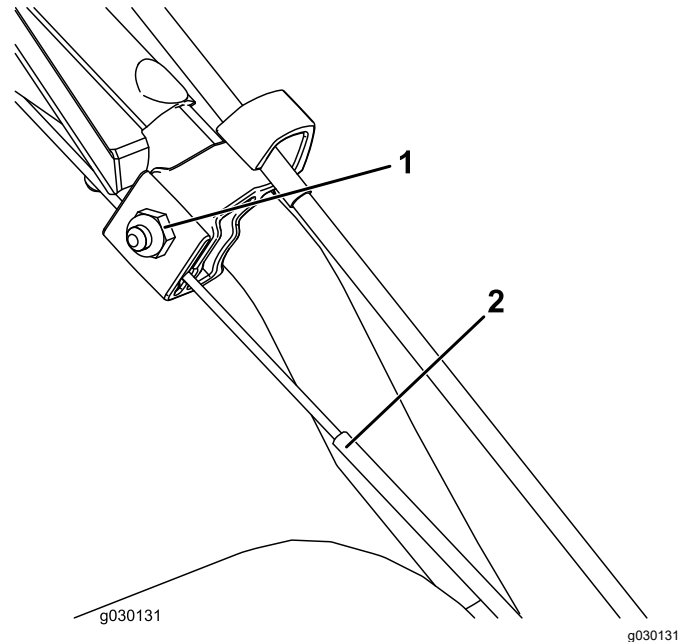

Bild 21
1. Lockern Sie die Mutter an der oberen Kabelklemme, ohne sie zu entfernen (Bild 21).
2. Ziehen Sie das Drahtseil nach unten, damit es nicht durchhängt (Bild 21).
3. Ziehen Sie die Mutter fest (Bild 21).